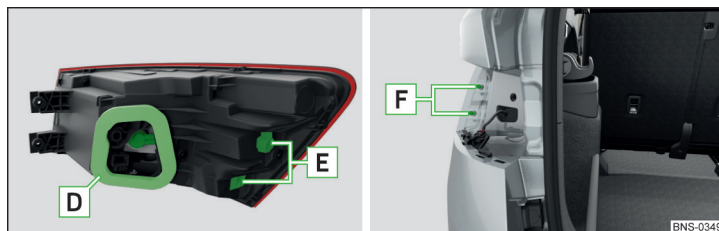

Fig. 378 Montar la lámpara
- Colocar las luces con las aperturas **E** en los pernos **F** » fig. 378 en la carrocería y presionar con cuidado la luz » **1**.
- Considerar que en la reinstalación de las luces del grupo de conductos entre la carrocería y las luces no se aprisionen, y que la junta **D** » fig. 378 es colocada correctamente - de lo contrario existe el peligro de la entrada de agua y del daño de la instalación eléctrica.